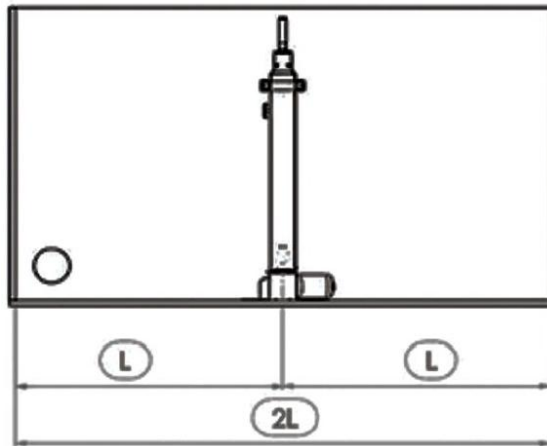

fig. 1
82. Coloque la columna en el centro del mueble (fig.1)